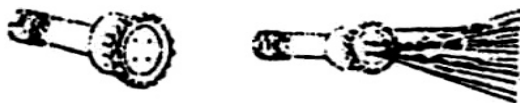

Рис. 4
3. Регульовану насадку з отворами (Рис. 4) рекомендується використовувати для обробки високих стебел зернових культур і плодівих дерев. Недолік цієї насадки - велика витрата рідини.